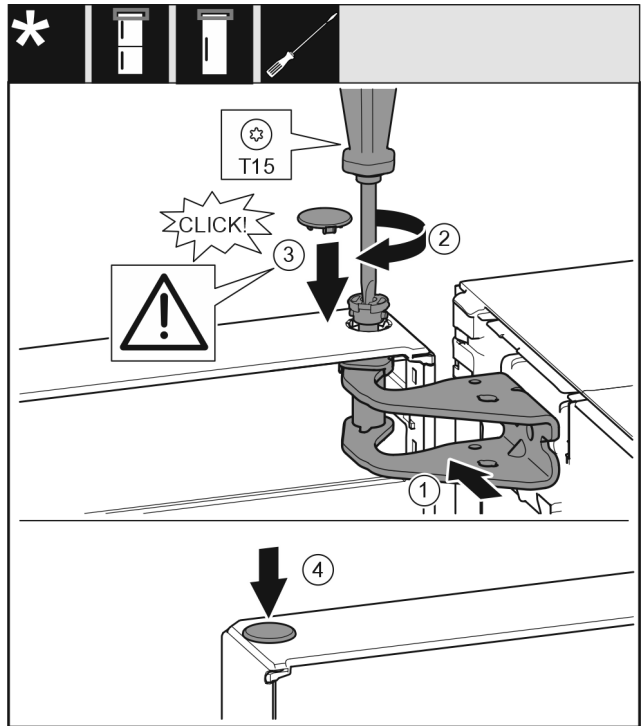

Fig. 21
- Niveloni derën lart në bazamentin mbështetës për hapjen e saj. Fig. 21 (1)
- Futni bulonin Fig. 21 (2) dhe mbërthejeni me një kaçavidë.
- Montoni kapakun mbulues të siguresës Fig. 21 (3) për sigurimin e derës: Vendosni kapakun mbulues të siguresës dhe kontrolloni nëse ai puthitet te dera. Nëse jo, futeni bulonin plotësisht.
- Vendosni tapën Fig. 21 (4) në vend.